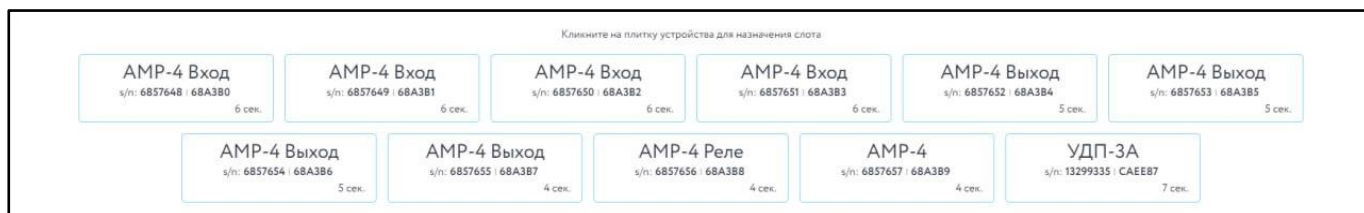

Рисунок 60 – Найденные устройства
3. **Найденные устройства** – список доступных УСО, найденных стиком (рисунок 60);